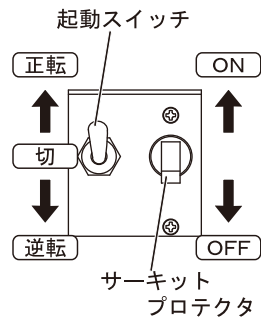

図 1
4. 制御ボックスにあるサーキットプロテクタを”ON”にします。(図1)
5. 起動スイッチを正転側にします。(図1)